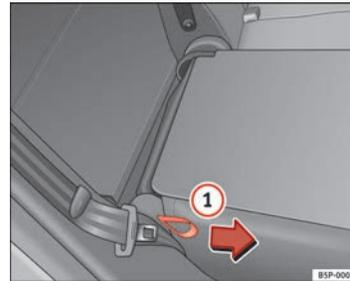

Fig. 100 Rebater ou levantar o encosto do banco traseiro
- Puxar a pega lateral do banco ⇒ Fig. 100 ① no sentido da seta e levantar o encosto até que encaixe.